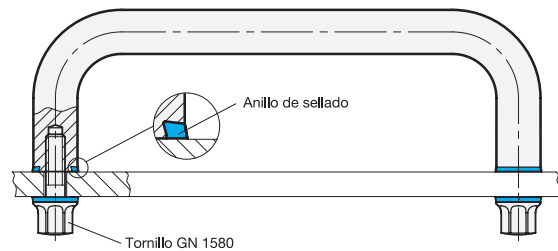

Fig. 2
- se debe montar por la parte trasera con una unión atornillada con diseño higiénico (Fig. 2).